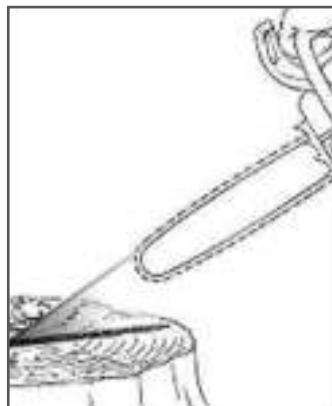

Рис. 9. Проверка смазки шины и цепи
- Нажмите на выключатель и дайте пиле поработать примерно 10-15 секунд. Под шиной должен оставаться четкий след от масла (Рис.9).